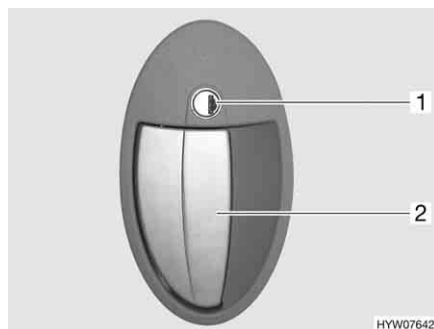

Fig. 33 Serratura della porta, lato esterno
- Inserire la chiave nel cilindro della serratura (Fig. 33,1) e ruotare in senso orario, fino a quando la serratura della porta si sblocca.
- Tirare la maniglia della porta (Fig. 33,2). La porta è aperta.
- Inserire la chiave nel cilindro della serratura (Fig. 33,1) e ruotare in senso antiorario, fino a quando la serratura della porta si blocca.